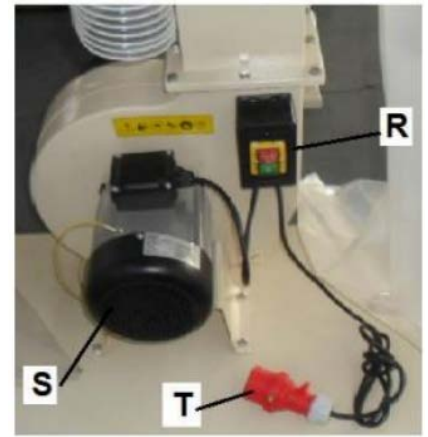

Рис. 13
Запуск и остановка вытяжной установки осуществляется магнитным переключателем (R). Разъем подключения питания обозначен буквой Т, Рис. 13.